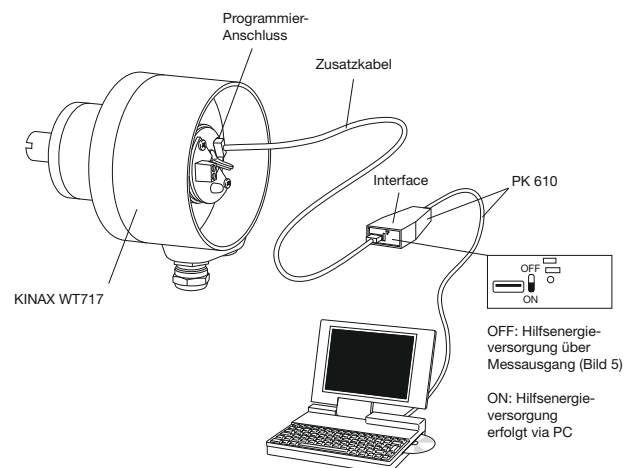
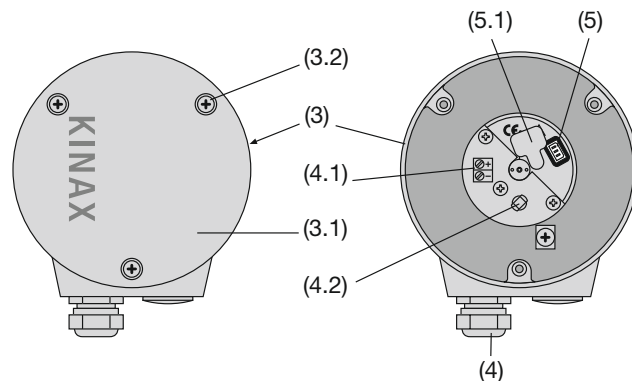

Bild 3
Bild 4. Rückenteil (3) mit Klemmen (4.1) und Stopfbuchse (4).
1. Deckel (3.1 in Bild 4) entfernen. Durch Abziehen des Gummi-Verschlusses (5.1) wird der Programmieranschluss (5) zugänglich (siehe Abschnitt «8.1 Leitungen anschliessen»). KINAX WT 717 nach Bild 3 mit der Programmiereinrichtung verbinden. Konfigurations-Software 2W2 starten. Gerät – wenn nötig – mit den gewünschten Messbereichsdaten konfigurieren.
Sodann die Leitungsenden auf passende Länge absisolieren und nach Bild 4 an den Klemmen (4.1) anschliessen.
1. Messumformer in Betrieb nehmen und gemäss Bild 3 an Programmier-einrichtung anschliessen (Schalter AUX am PK 610 auf OFF).